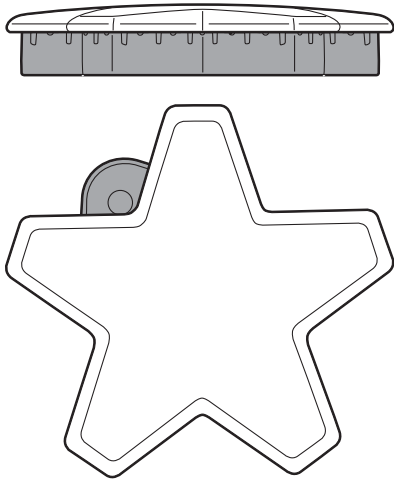
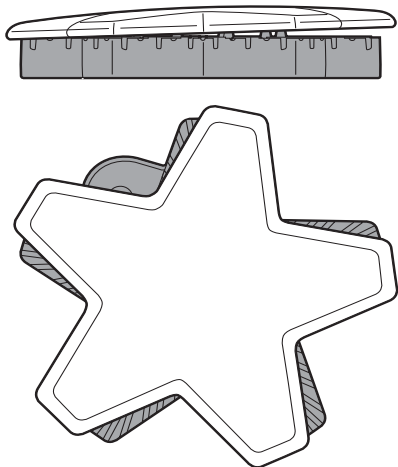

Figura 6: Tapa de quemador colocado correctamente
Figura 7: Tapa de quemador colocado incorrectamente
- Compruebe cada quemador para asegurarse de que no hay espacio entre la tapa y la base del quemador. Vea las *Figura 6* y *Figura 7* para ejemplos de tapa de quemador instalada correctamente e incorrectamente.
- Puede intentar mover con cuidado las tapas de los quemadores lateralmente para asegurarse de que están colocadas correctamente en su base. Cuando así sea, las tapas estarán rectas en la base y cubrirán completamente la base del quemador en forma de estrella al mirarlas desde arriba, como se muestra en la *Figura 6*.
Cada quemador STAR® tiene su propio encendedor electrónico que echa chispas cuando se activa la perilla. Los quemadores deben encenderse en 4 segundos o menos. Si un quemador no se enciende, asegúrese de que la tapa esté colocada correctamente sobre la base (vea las Figura 6 y Figura 7).